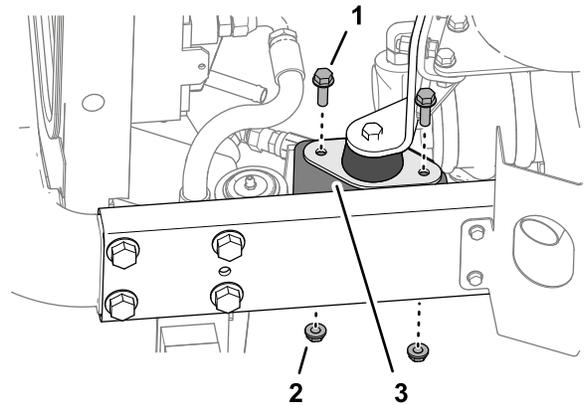

図 41
1. 機体右側で、エンジンマウントをフレームのエンジンブラケットに固定しているフランジヘッドねじ5/16 x 1"2本と鋸歯付きナット5/16"2個を外す **図 41**。